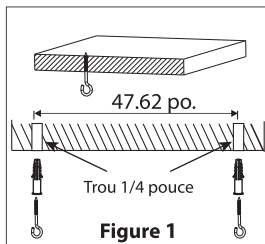

Figure 1
1. Install provided screw-hooks directly onto ceiling. Spacing between screws should be 47.62 inches (See Figure A). For concrete ceilings/drywalls, wall anchors are required. Drill two holes (use a 1/4 inch drill bit) for provided wall anchors then use provided screw hooks (See Figure 1).
1. Installez les crochets à vis fournis directement au plafond. L'espacement entre les vis doit être de 47,62 pouces (voir figure A). Pour les plafonds / cloisons sèches en béton, des ancrages muraux sont nécessaires. Percez deux trous (utilisez une mèche de 1/4 de pouce) pour les ancrages muraux fournis, puis utilisez les crochets à vis fournis (voir la figure 1).